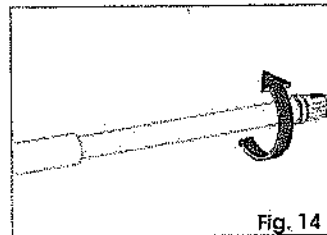

Fig. 14
6. Gire media vuelta o una vuelta el vástago del operador en sentido horario, Fig. 14, de modo que entre el vástago.